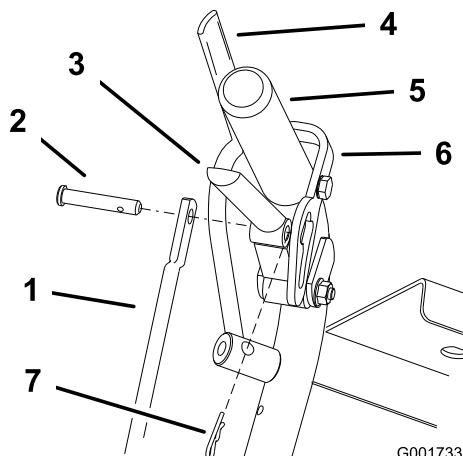

Figura 22
- Retire los pasadores y los pasadores de seguridad de las palancas de avance y los cierres de bloqueo de punto muerto (Figura 22).
6. Instale el pasador de horquilla entre las palancas de avance y los cierres de bloqueo de punto muerto e intodúzcalo en los pasadores de seguridad (Figura 22).